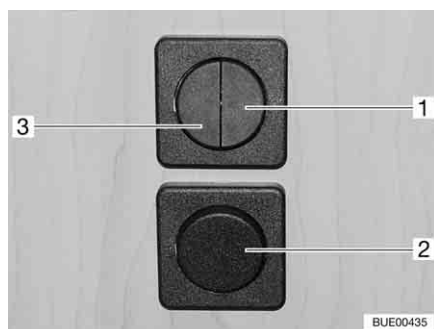
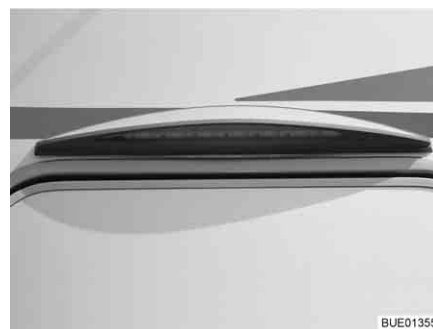

Fig. 39 Interruttore luci
Fig. 40 Luce tenda veranda
- Illuminazione dinette (Fig. 39,1)
- Luce tenda veranda (Fig. 39,2 e Fig. 39,3)
- ▷ Nei modelli senza interruttore luci (Fig. 39,2) la luce tenda veranda (Fig. 40) può essere accesa o spenta mediante l'interruttore a bilico (Fig. 39,3).